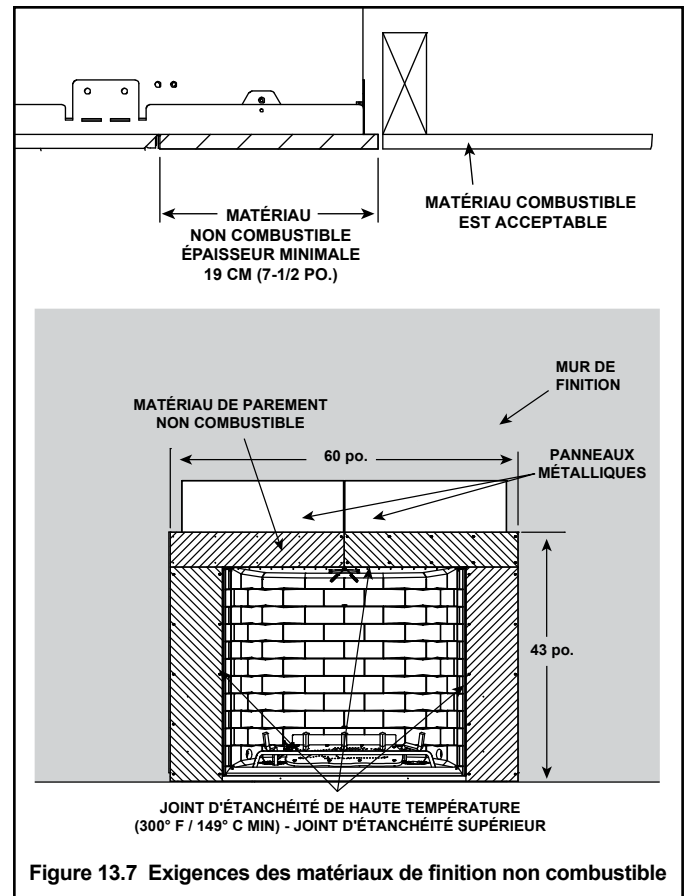

Figure 13.7 Exigences des matériaux de finition non combustible
- Sceller les joints entre le mur fini et le haut et les côtés du foyer avec un produit d'étanchéité résistant à 150 °C au minimum. Voir la Figure 13.7.